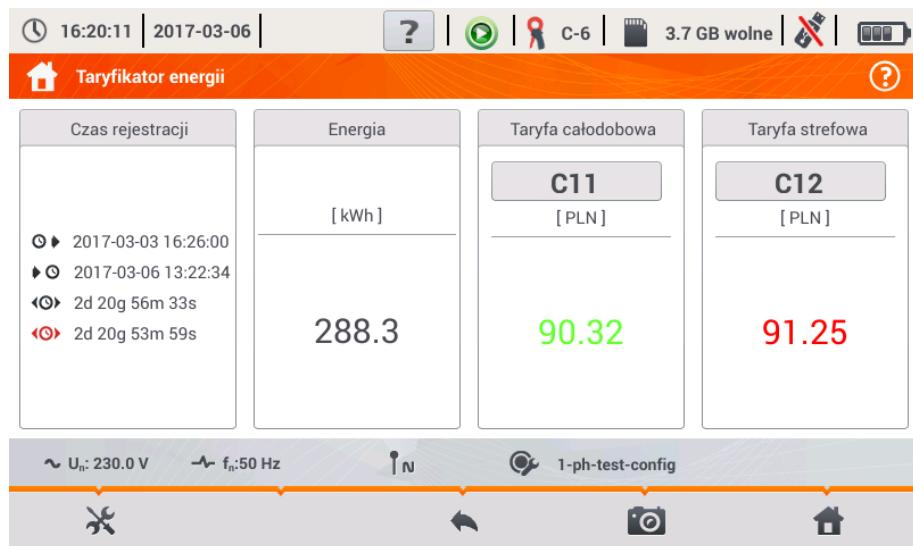

Рис. 6.25. Экран результатов тарификатора энергии
Когда среди зарегистрированных измерителем параметров есть активная энергия E_p , можно рассчитать стоимость электроэнергии по тарифу, заданному пользователем. Чтобы перейти к экрану тарификатора, необходимо в панели меню на экране итогов регистрации (гл.6.7 шаг ③) выбрать иконку . Отобразится экран стоимости электроэнергии, как на Рис. 6.25. Представленные на нем разделы показывают: